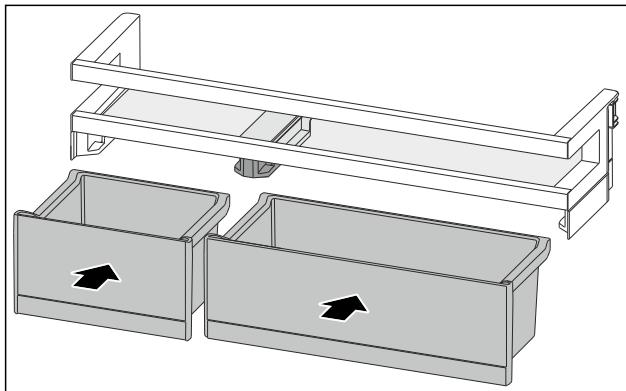

Fig. 128
- ▶ Вставте контейнери VarioBox у змінені положення. (див. Fig. 128)